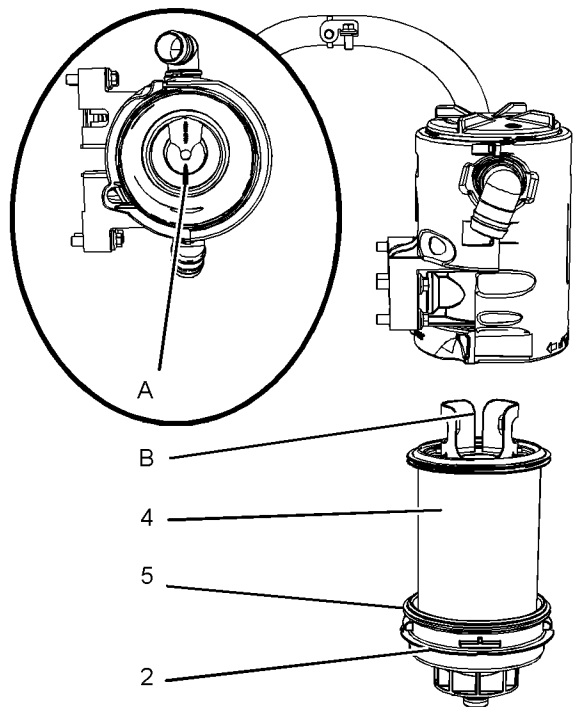

Ilustración 83
3. Quite el elemento de filtro (4). Quite el sello (5).
4. Instale un sello nuevo (5). Instale un elemento de filtro nuevo en la tapa inferior (2).
5. Alinee la posición (A) en la tapa superior con la posición (B) en el elemento de filtro. Consulte la ilustración 83 .